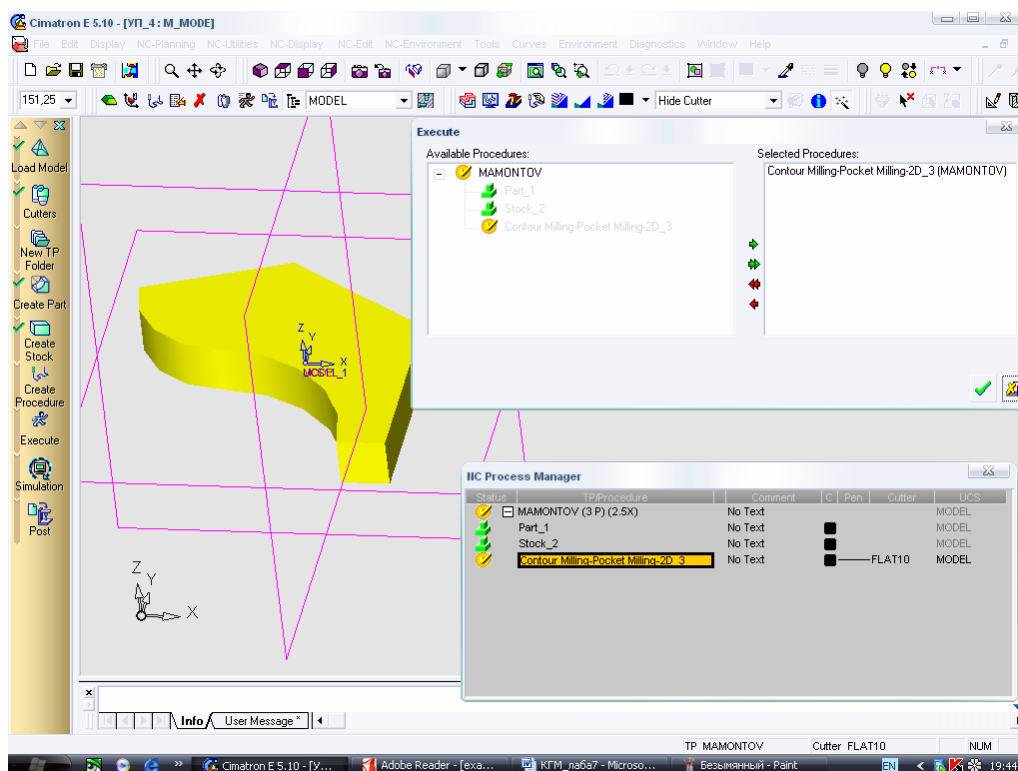

Рисунок 34 - Выполнение расчета траектории инструмента
Для расчета траектории нажимаем кнопку Execute (Выполнить). Появляется одноименное окно (рисунок 34), в котором указывается имя созданной траектории инструмента. Для подтверждения выбора нажимаем зеленую галочку (OK).